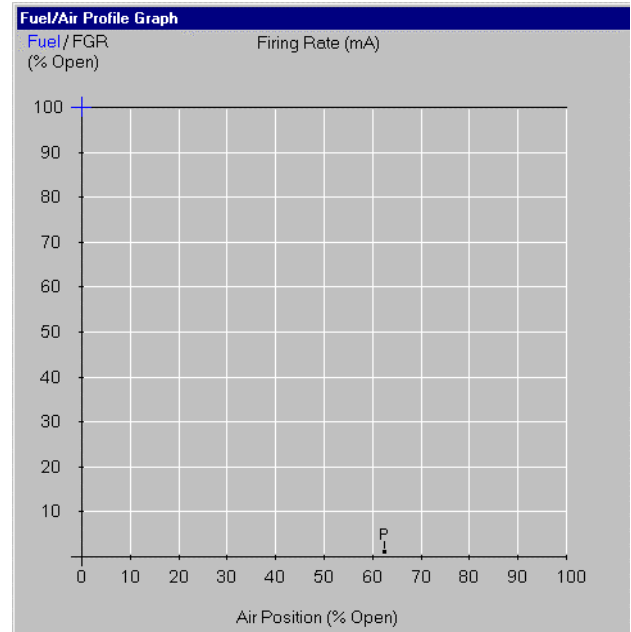

図 19：空燃比プロファイルのグラフ
- グラフ上に点を入力して、指定する燃料（燃料 1 または燃料 2）に対するアクチュエーターの空気パーセント位置、着火位置、最大と最小の燃焼位置、および中間位置を指示します。図 19 を参照してください。